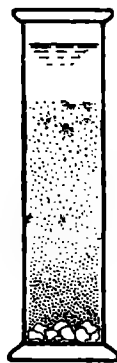

Рис. 115.
1. Растворение. Мы знаем, что молекулы веществ находятся в *непрерывном движении*. Этим объясняется явление **диффузии**, т. е. распространение одних веществ в других. Если в цилиндр с водой бросить кристаллы какого-нибудь растворимого вещества, то оно постепенно *диффундирует* в воде (рис. 115), пока не получится однородный раствор. Это легко наблюдать на медном купоросе, за диффузией которого можно следить благодаря его синему цвету. Диффузия в жидкостях идет гораздо медленнее, чем в газах, и длится десятки дней, но в конце концов получается совершенно *однородный раствор*.